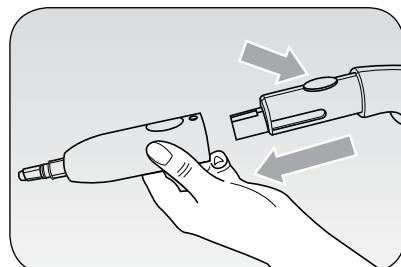

Fig. 2
Monte na pistola (C) o acessório desejado (ver parágrafo “ACESSÓRIOS”), encaixando-o até ao bloqueio, carregando ao mesmo tempo no dispositivo de bloqueio/desbloqueio superior na pistola (Fig. 2).
Este acessório, a montar no adaptador (12), ajuda a remover as incrustações mais resistentes como aquelas que se formam nos fogões, nos fornos e nas juntas dos azulejos. Pode ser utilizada para a limpeza de sanitários, lavatórios, grelhaadores, duches ou banheiras, eliminando todo sinal de calcário (Fig. 2).